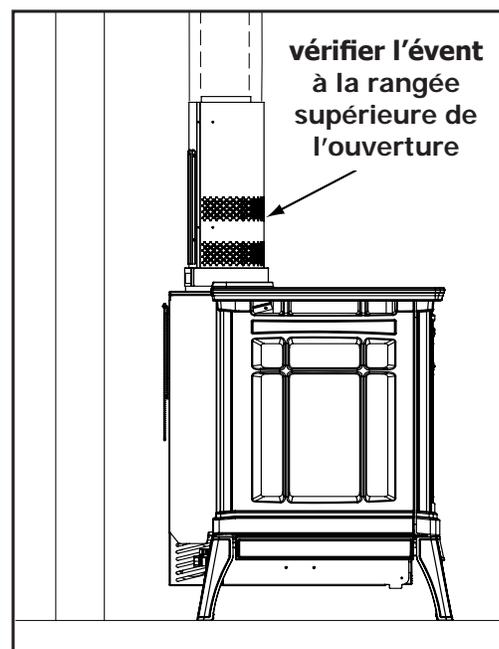

Figure 46: lieu de test
4. Après au moins 10 minutes de fonctionnement, testez le tirage de la cheminée avec une allumette fumée dans la rangée supérieure du motif pour vous assurer qu'il y a un tirage adéquat ou que vous tirez au niveau des ouvertures situées autour du corps de l'adaptateur Draffhood. Figure 46.